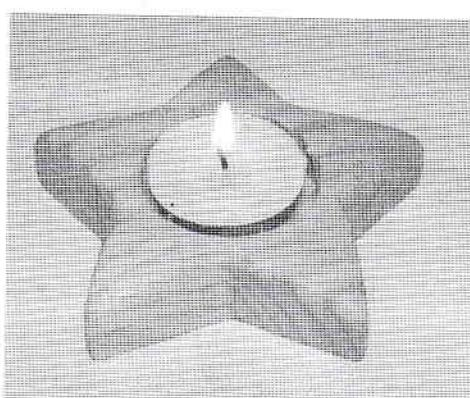

Рис. 1. Подсвечник «Звезда памяти»
1. Разработать процесс (порядок) изготовления подсвечника (рис. 1).